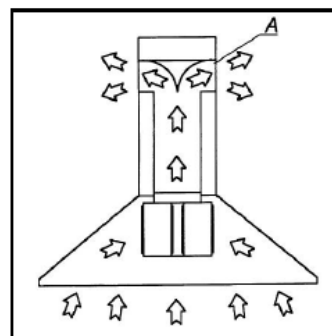

Fig.2
VERSÃO COM FILTRO (Fig.2) (Opcional): Efetua a descarga dos fumos e odores aspirados reciclados normalmente de novo para o interior do local (A). Esta opção só deve ser utilizada quando não há possibilidade de descarga para o exterior. Informamos que com esta opção a aspiração será reduzida e o nível de ruído será superior ao da versão com aspiração.